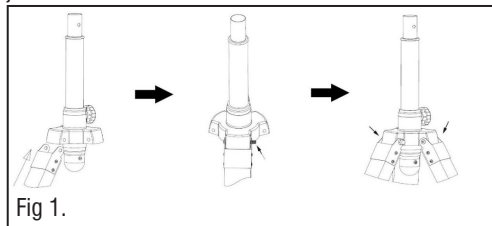
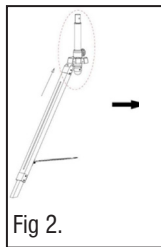

Fig 1.
Fig 2.
3.2.1.2. Fixez la partie métallique du pied du trépied en bois au support du trépied (Fig. 1), alignez les trous et insérez les vis de fixation à fond (Fig 2).